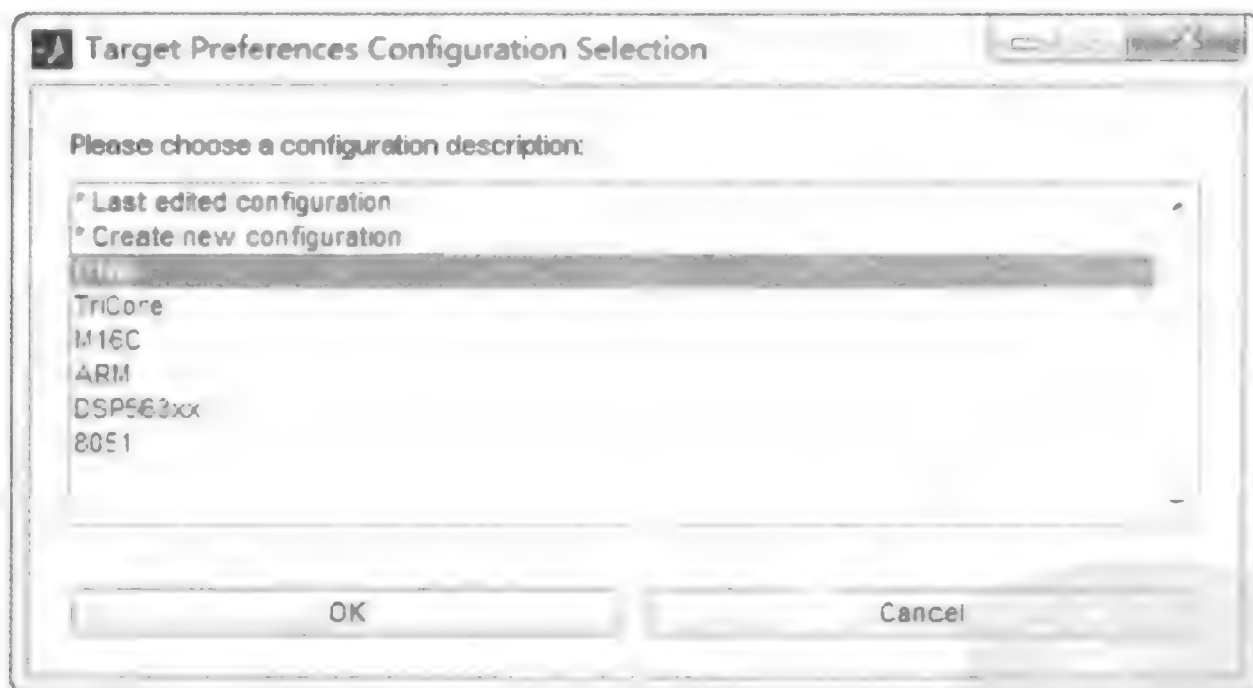

图 6.2.4 选择 C166 选项
选择模型菜单项 Tools→Utilities for Use with TASKING(R) IDE→Target Preferences，选择 C166 选项，设置其目标选项，如图 6.2.4 所示。